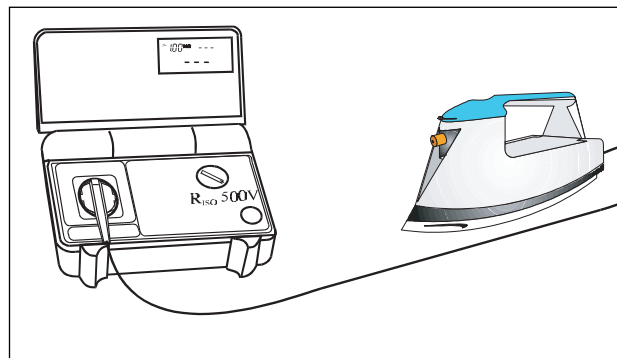

Abb.7.14
- Den Prüfling mit der Prüf-/Netzsteckdose des UNITEST MACHINEmaster wie in Abb. 7.14 dargestellt, verbinden und Prüfling einschalten: